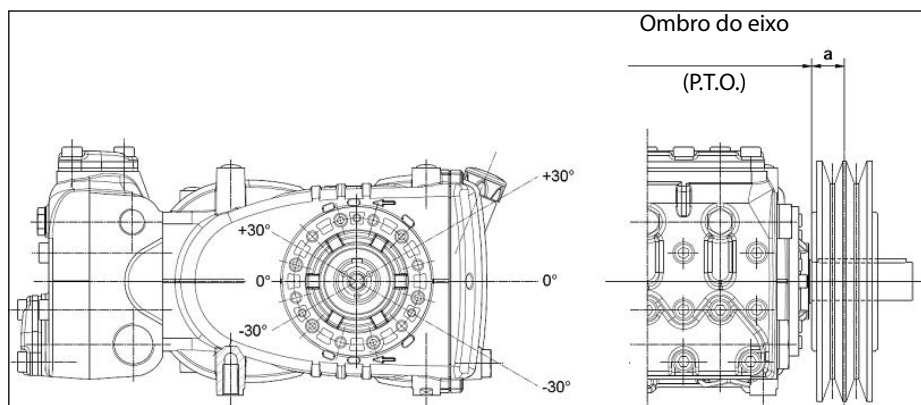

Fig. 10
A carga radial sobre o eixo não deve ser superior a 3000 N (valor necessário para a definição do layout). A transmissão é considerada adequada, se tal carga é aplicada a uma distância máxima de $a=30$ mm do ombro do eixo (P.T.O) conforme indicado na Fig. 10.
- b) Use correias de alto rendimento - por exemplo **XPB** ao invés de **SPB** - pois resultará na necessidade de uma quantidade inferior de correias para a mesma potência transmitida e uma conseqüente distância inferior da resultante em relação ao ombro do eixo (P.T.O.) "a" de Fig. 10.